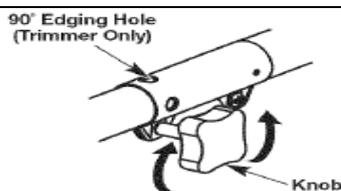

Рис. 5
**ОСТОРОЖНО!** Перед использованием устройства убедитесь в том, что кнопка фиксатора полностью защелкнута в основном отверстии, а поворотная рукоятка (Рис. 5) плотно затянута.
1. Чтобы ослабить зажим, поверните рукоятку против часовой стрелки (Рис. 5).
3. Затяните рукоятку, поворачивая ее по часовой стрелке (Рис. 5).